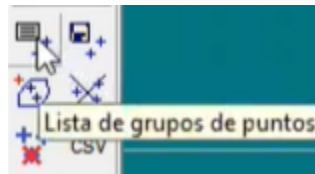

Figura 361. Listado de los puntos.
34. Para cambiar el aspecto de los puntos, seleccionar la opción “Lista de grupos de puntos”, que se encuentra en el nuevo menú lateral izquierdo, configurar el tamaño y color de los puntos importados. Presionar “Continuar”. Figura 361 y 362.